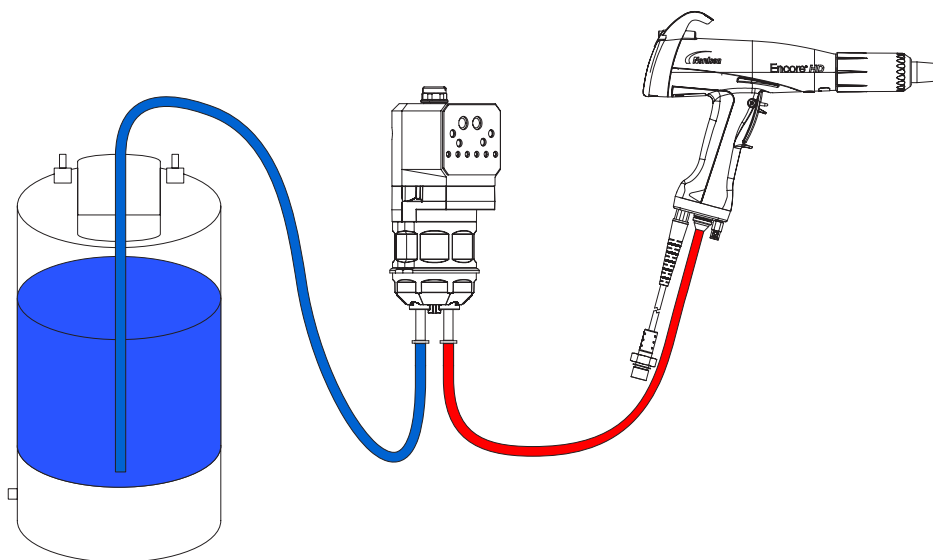

Figura 13 Racordurile tubulaturii
1. Conectați tubulatura de aspirație așa cum se prezintă în Figura 13.